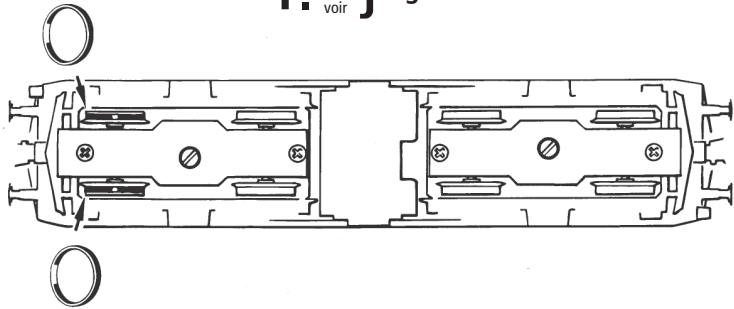

Fig. 9
**2. Schmierung:** Versehen Sie die im Schmierplan in Fig. 9 gekennzeichneten Stellen mit nur **kleinen Öltropfen**. Dazu zuerst das Lokgehäuse abnehmen (Fig. 3). Wir empfehlen den ROCO **Öler Art.-Nr. 10906**. Fürs Schmieren der Getriebeteile (Zahnräder, Schnecke) empfehlen wir das **ROCO-Spezialfett Art.-Nr. 10905**. Im Falle der Schmierung diese Teile **nicht ölen**.
**2. Lubrication:** Apply **tiny oil drops** to spots marked in fig. 9. Prior to lubrication dismantle locomotive (fig. 3). We recommend using item no. **10906, ROCO oiler**. For lubrication the gearparts (e.g. cogwheels, worm) we would recommend our ROCO **special grease** (item no. **10905**).
**2. Graissage:** N'appliquez **qu'une toute petite goutte** aux endroits indiqués par le plan de graissage (fig. 9) après avoir démonté la caisse de la locomotive (fig. 3). Nous vous recommandons **le graisseur à huile ROCO réf. 10906**. Pour graisser les engrenages (roues dentées, vis sans fin) nous vous conseillons la **graisse spéciale ROCO réf. 10905** pour engrenages en matières synthétiques. Lorsque vous utilisez cette graisse il faut éviter d'huiler ces composants.